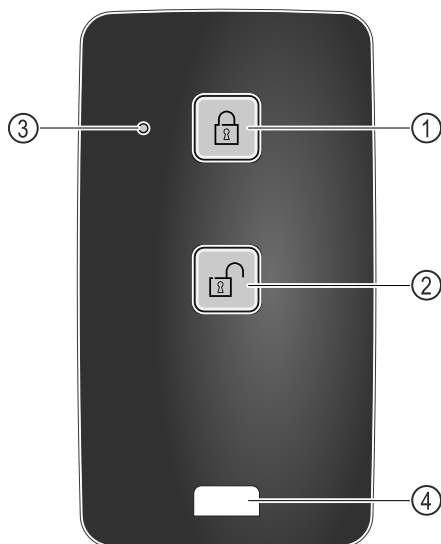

Fig. 222
- (1) Bloccare la serratura (3) LED di stato
(2) Sbloccare la serratura (4) Occhiello di fissaggio
- ▶ Premere il tasto Fig. 222 (1) sul telecomando.
- ▶ Premere il tasto Fig. 222 (2) sul telecomando.
- ▶ Il LED di stato Fig. 222 (3) fornisce un feedback visivo quando viene premuto un pulsante.
- ▶ Occhiello Fig. 222 (4) per agganciare il telecomando, ad esempio a un portachiavi.